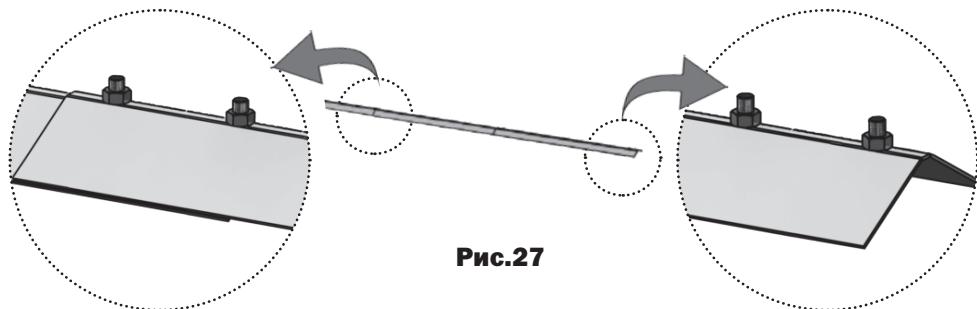

Рис.27
**12.** Детали конькового профиля стыкуются в длину с установкой резьбового конца винтов наружу (**рис. 27**).